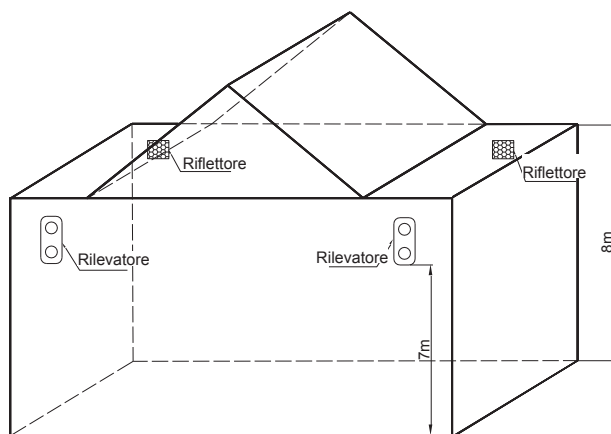

Fig. 6
- c) Se l'altezza è superiore a 8m, il tetto è generalmente a due spioventi senza soffitto. In questo caso, installare il rilevatore e il riflettore sulle due pareti opposte a circa 8 m dal pavimento, verificando che la distanza verticale tra il rilevatore/riflettore e la parte superiore dell'edificio sia superiore a 0,5 m, come illustrato nella Fig. 6. Prevedere una distanza di 7 m tra il rilevatore e il pavimento.